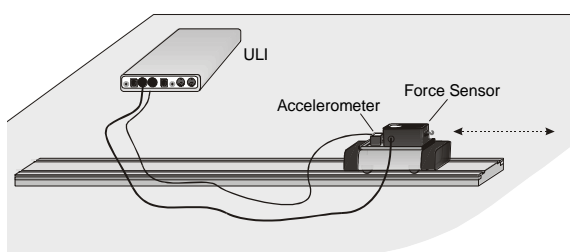

Figura 4: Estudo da 2a lei de Newton.
4. Prenda o dinamômetro a um carrinho de maneira que você possa aplicar uma força horizontal no gancho, dirigido ao longo da linha central e horizontal de seu dinamômetro. Em seguida, prenda o acelerômetro de maneira que a seta esteja na direção horizontal e paralela ao sentido no qual o carrinho se deslocará como mostra a Figura 4. Oriente a seta de modo que se você puxa no sensor-força o carro se mova no sentido da seta.